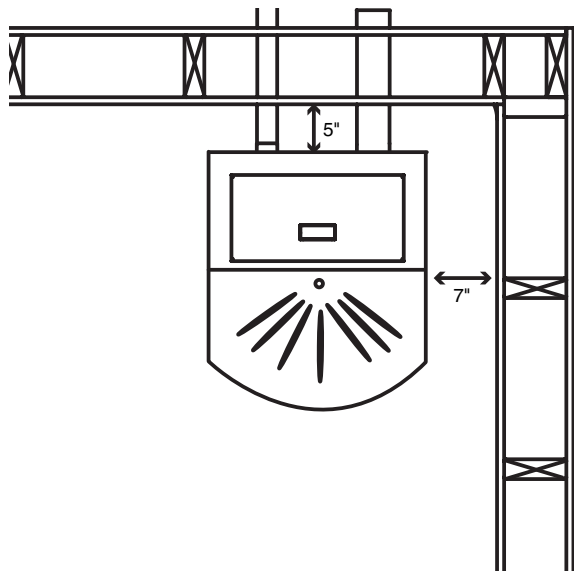

Figure 3 : Pose droite, évacuation à travers le mur
**REMARQUE :** Ces distances sont les dégagements minimum jusqu'aux matériaux combustibles établis par le laboratoire d'essai de l'ASTM (VOIR FIGURES 3, 4, 5 et 6).